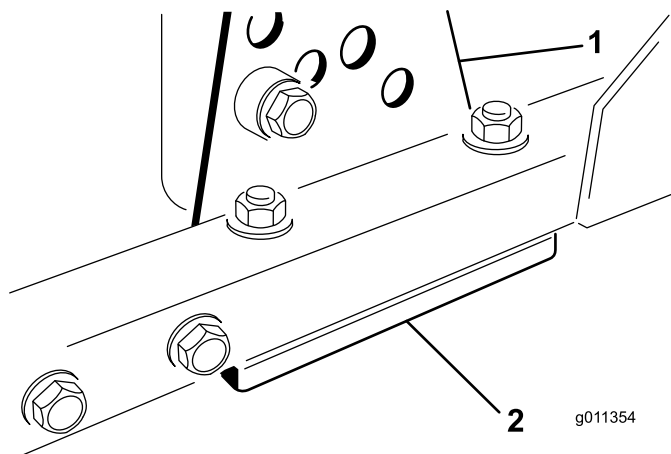

Figura 67
1. Retire el soporte de altura de corte (delantero, izquierdo o derecho) del bastidor de la carcasa (Figura 67).
2. Coloque suplementos de 1,5 mm y/o 0,7 mm entre el bastidor de la carcasa y el soporte hasta lograr el ajuste de altura deseado (Figura 67).